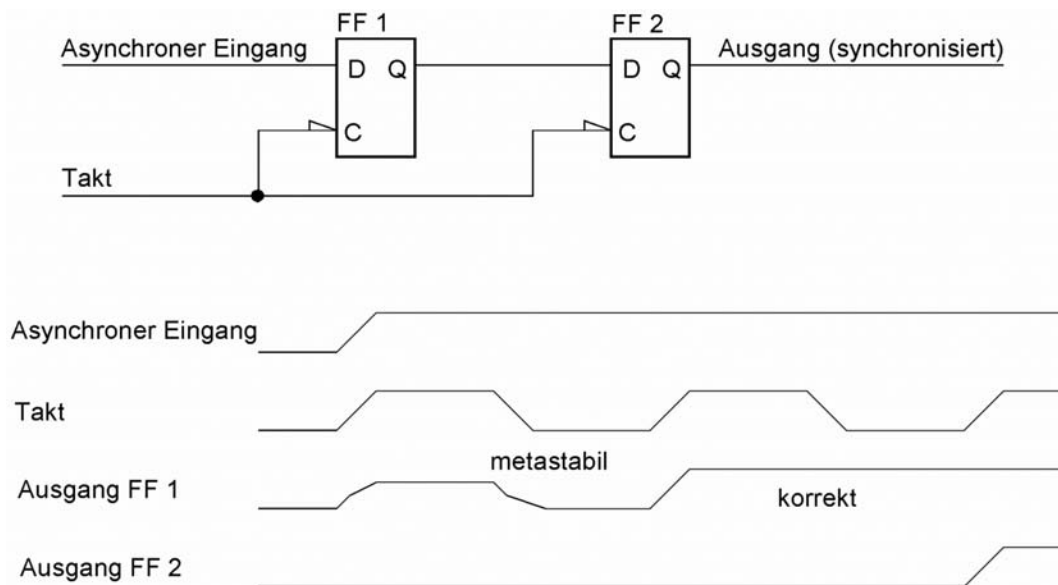

Abb. 1.31 Doppelsynchronisation (nach Texas Instruments)
- durch Hintereinanderschalten von zwei Flipflops wird die Wartezeit gleichsam automatisch gewährleistet (Doppelsynchronisation; Abb. 1.31). Das Signal wird dadurch um eine weitere Taktperiode verzögert.